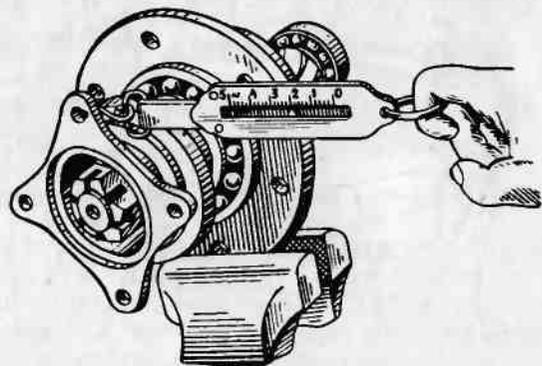

Рис. 123. Проверка затяжки подшипников ведущей шестерни главной передачи
10. Проверить затяжку подшипников. Натяг в подшипниках должен быть отрегулирован так, чтобы момент сопротивления вращению ведущей шестерни находился в пределах 6—14 кгсм (без сальника). Проверять затяжку подшипников следует с помощью динамометра (рис. 123). Для этого муфту зажимают в тиски, за отверстие фланца зацепляют крючком динамометра и плавно поворачивают шестерню. Показание на шкале динамометра должно находиться в пределах 1,25—2,9 кг (что соответствует моменту вращения 6—14 кгсм). Если сопротивление под-